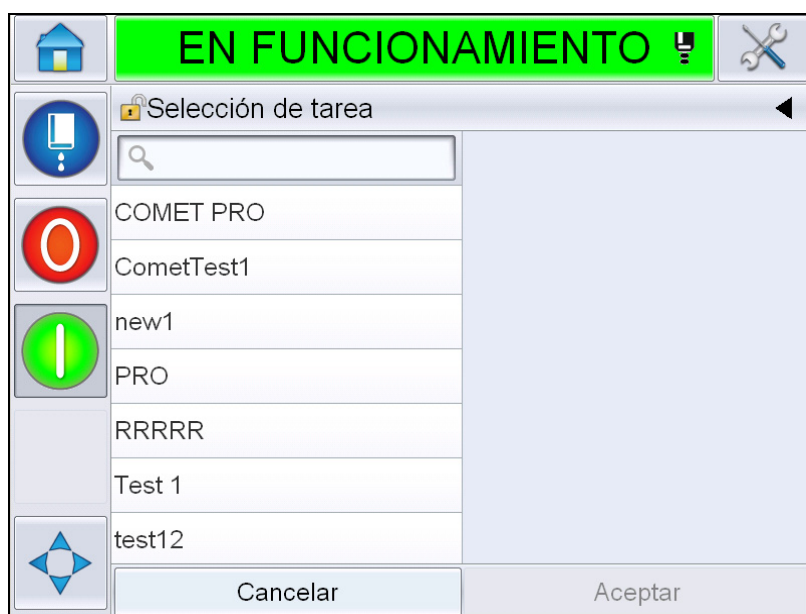

Figura 4-25: Selección de trabajo
- 2 Aparece una lista de mensajes disponibles (consulte la Figura 4-25).